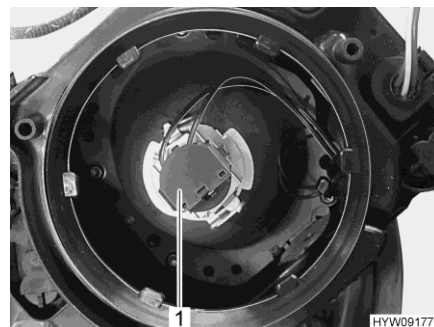

Bild 220 Glödlampa (halvljus/helljus)
- Vrid hållaren (Bild 220,1) med lampan moturs och ta den ur lamphuset.
- Sätt in hållaren (Bild 220,1) med glödlampa i lamphuset och vrid medurs för så att den sitter fast. Hållaren hakar hörbart i läge.